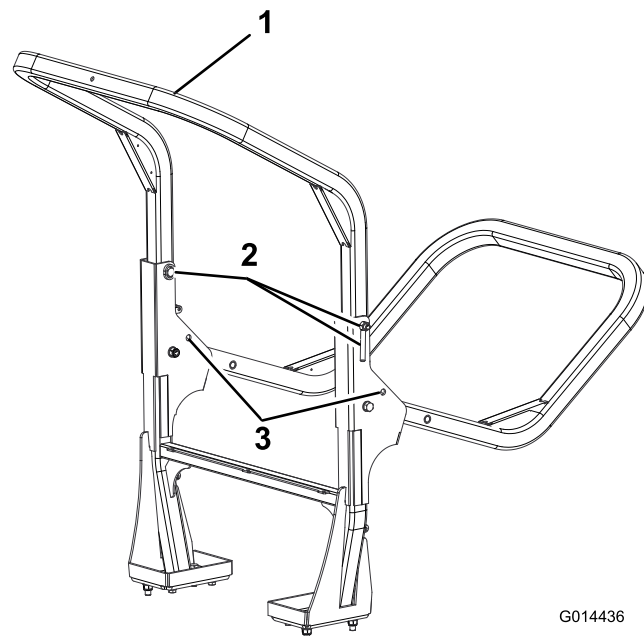

Figure 46
2. Soutenez le poids du cadre supérieur pendant que vous enlevez les écrous moletés, les rondelles et les boulons de fixation des supports de pivot (Figure 46).